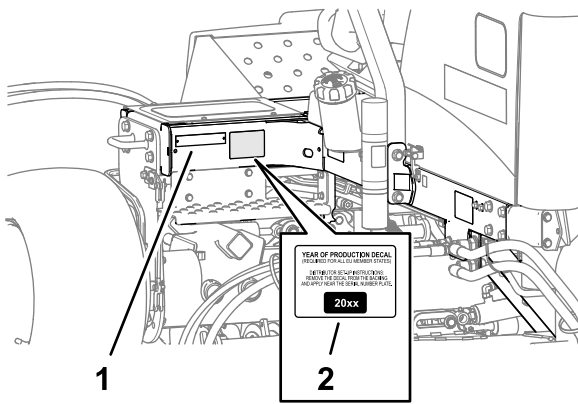

Bild 37
- 1. Reinigen Sie den linken Rahmen in der Nähe des Typenschildes mit Alkohol und lassen Sie den Rahmen trocknen (Bild 37).
2. Entfernen Sie die Schutzfolie und kleben Sie den Baujahr-Aufkleber auf den Rahmen in die Nähe des Typenschildes, wie in Bild 37 dargestellt.